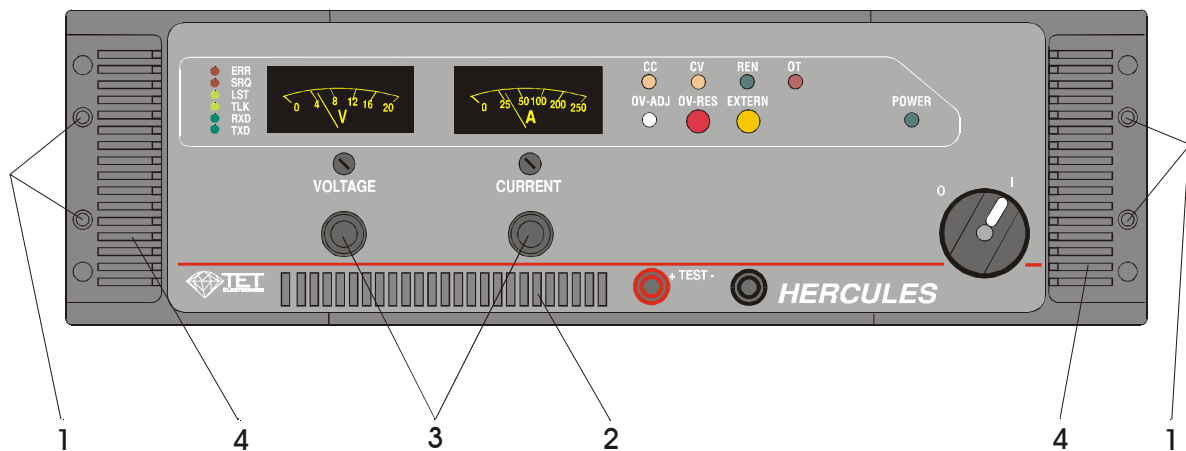

Abb.13/1
Der vom internen Lüfter angesaugte Luftstrom tritt durch die frontseitigen Lüftungsschlitze (Abb.13/1-2, 13/1-4) ein und wird an der Geräterückwand ausgeblasen. Je nach Luftverschmutzung der Arbeitsumgebung müssen die frontseitigen Filtermatten im Luftstrom hin und wider gereinigt oder erneuert werden. Ein Hinweis auf einen notwendigen Wechsel ist z.B. das Ansprechen der Übertemperaturschutzschaltung (Kap.12) bei üblichen Umgebungstemperaturen.
- Entfernen Sie die Abdeckscheiben an den Potentiometerdrehknöpfen (Abb.13/1-3) und lösen Sie mit dem Zapfenschlüssel beide Potentiometerdrehknöpfe.
- Lösen Sie die vier Schrauben mit Innensechskant an der Frontseite des Gerätes (Abb.13/1-1) und klappen Sie die Frontplatte vorsichtig nach vorn.
- Reinigen Sie die Filtermatten mit Druckluft (Abb.13/1-2, 13/1-4).
Die mittlere Filtermatte (Abb.13/1-2) ist eingeklebt. Bei Wechsel die verschmutzte Filtermatte abziehen und neue mit Siliconkleber einkleben. Vorher Klebrückstände entfernen.